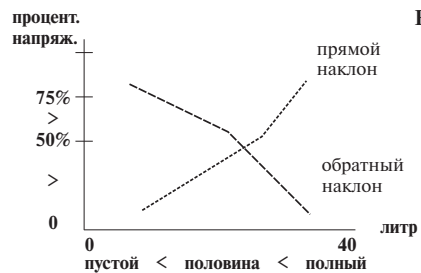

Рис. 5.1
*Примечание: если Вы уверены, что в Вашей автомобиле калибровочная кривая имеет обратный наклон (см. график, рис. 5.1), то можно проводить калибровку со II этапа.*